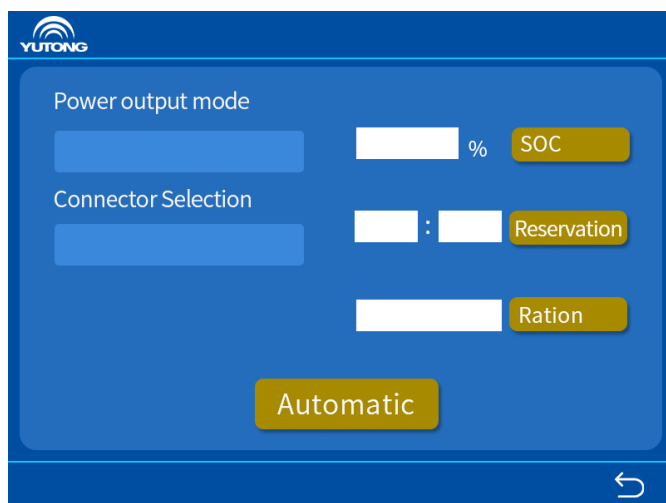

Рис. 8 Интерфейс выбора зарядки
3) Процесс зарядки входит в интерфейс выбора режима зарядки, можно выбрать режим «SOC», «Резервирование», «Рацион» и «Автоматически» для зарядки согласно требованиям, как показано на рис.8.